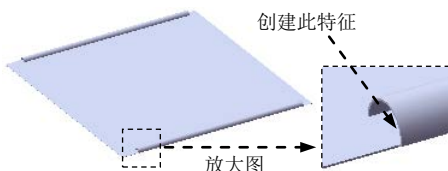
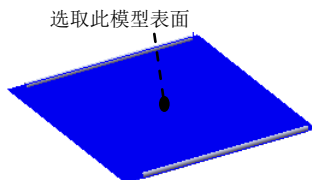
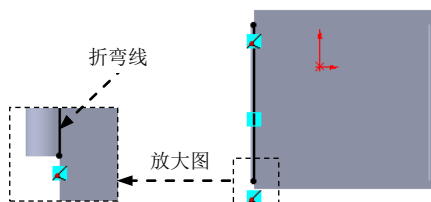
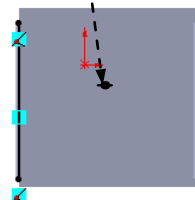

图 17.12.25 创建绘制的折弯 2
图 17.12.26 定义草图平面
图 17.12.27 横断面草图
图 17.12.28 固定侧的位置
Step7 创建图 17.12.25 所示的钣金特征——绘制的折弯 2。选择下拉菜单 **插入(I)** → **钣金(B)** → **绘制的折弯(S)...** 命令；选取图 17.12.26 所示的模型表面为草图平面，绘制图 17.12.27 所示的横断面草图。定义图 17.12.28 所示的固定侧；单击 **折弯位置:** 选项中“材料在外”按钮 ，并在  文本框中输入值 90。单击  按钮，完成绘制的折弯 2 的创建。